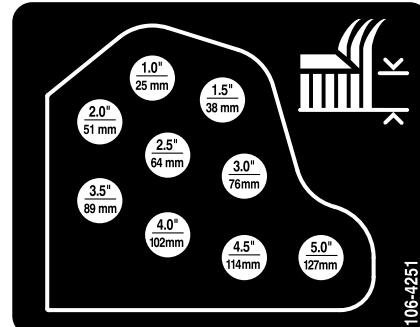

Figura 18
- Monte las cadenas de altura de corte en el taladro de altura de corte deseado (Figura 18) con el pasador y la chaveta.